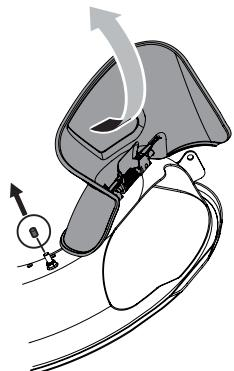

Figure 3
- Relevez le déflecteur d'éjection et retirez le capuchon de la goulotte filetée qui se trouve sur la surface du plateau de coupe. Voir Figure 3.